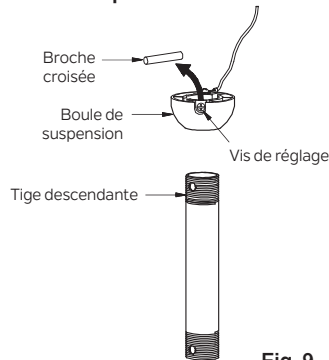

Fig. 9
Étape 6. Retirez la boule de suspension de l'assemblage de la tige descendante en desserrant les vis de réglage, en dévissant et retirant la goupille transversale et en dévissant la boule hors de la tige. (Fig. 9)